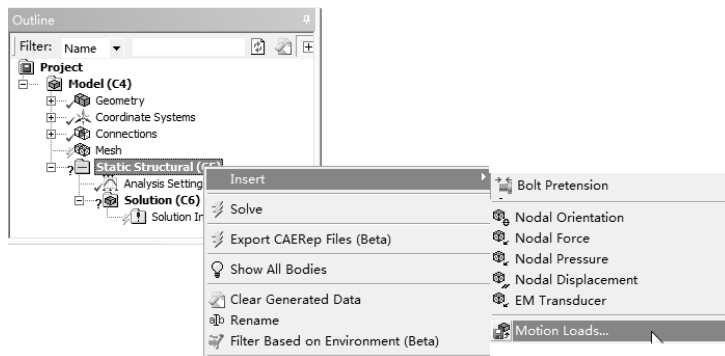

图 10-65 插入运动载荷
4) 在【Outline (分析树)】中选择【Static Structural (C5)】节点, 单击鼠标右键, 在弹出的快捷菜单中选择【Insert】|【Motion Loads】命令, 如图 10-65 所示。